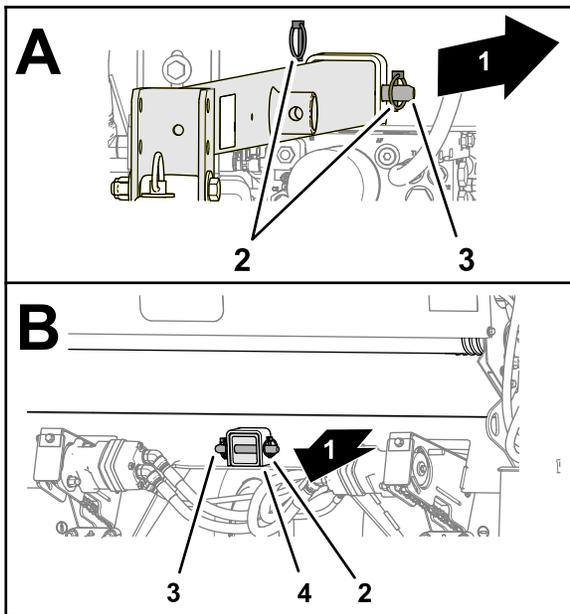

Figure 5
2. Alignez les trous du timon et les trous des tubes récepteurs, et fixez le timon aux tubes avec 2 axes de chape 4 goupilles à anneau (Figure 5).